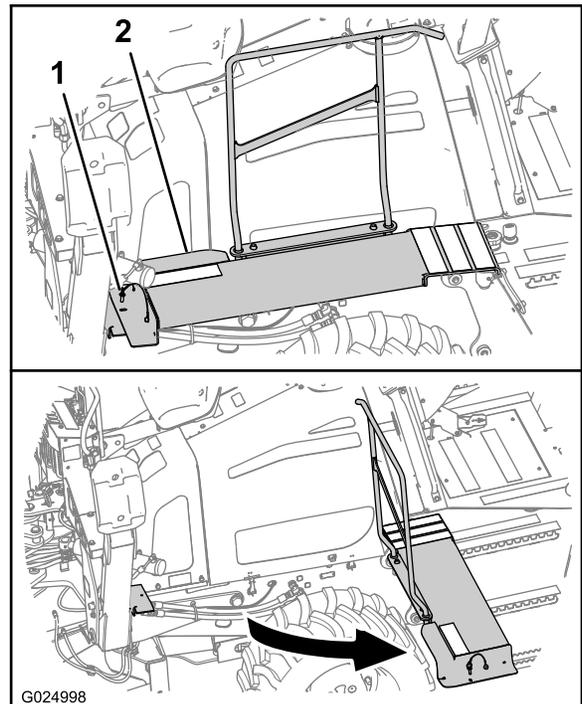

Figure 59
- A. Sur le côté gauche de la machine, enlevez la goupille de retenue à l'avant du marchepied (Figure 59).
- B. Faites pivoter le marchepied pour l'écarter de la machine, comme montré à la Figure 59.
- Faites pivoter la partie avant du marchepied à sa position d'origine (Figure 59).
- Placez le trou du marchepied en face du trou de son support (Figure 59).